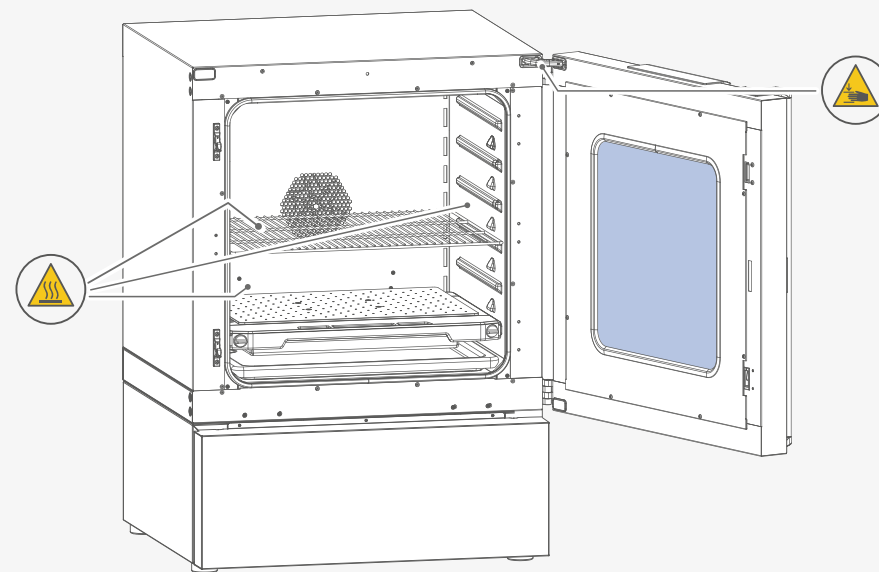

Fig. 2
- › Observe os locais marcados na Fig. 1 e na Fig. 2.